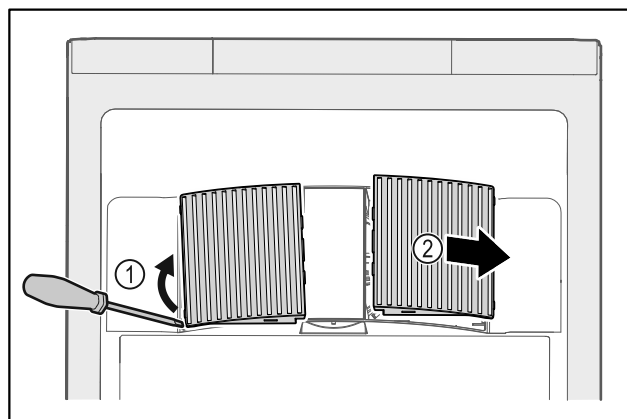

Fig. 47
- ▶ Ostrożnie podważyć osłony wentylatora z boku Fig. 47 (1) i zdjąć do przodu Fig. 47 (2).